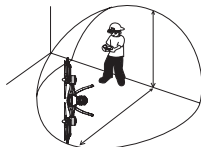

Figure 2: Crash Vertical
- 2. Crash Vertical:** Si le drone s'écrase en position verticale il coupera automatiquement ses moteurs par sécurité afin de protéger les rotors et votre environnement de tout dommage (Figure 2).